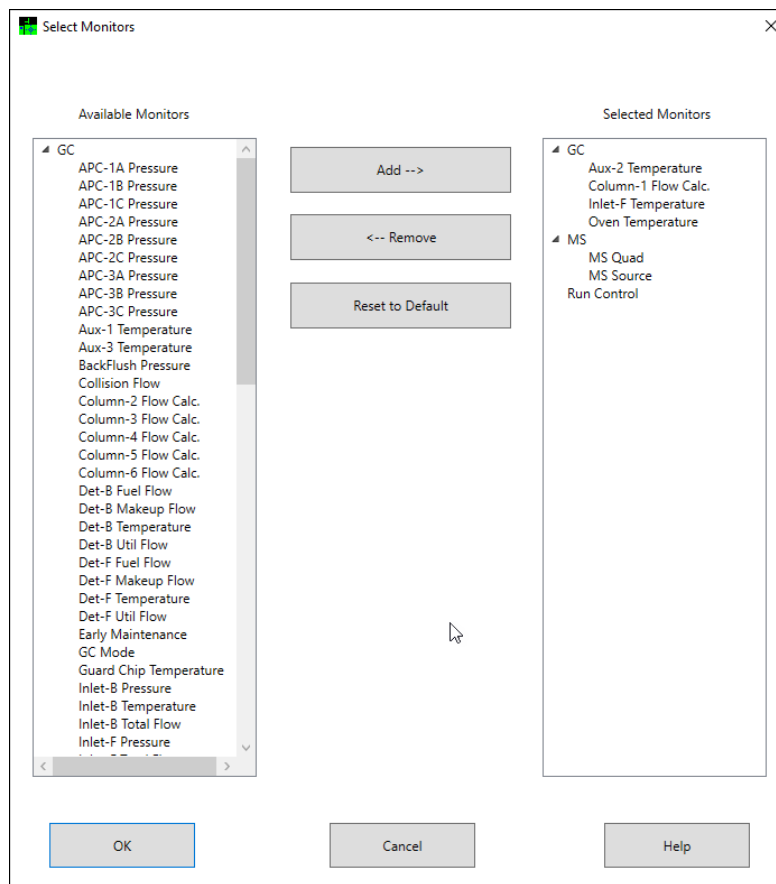

Figura 25 Selecionar a caixa de diálogo Monitores
- 1 No modo de exibição de **Instrument Control**, selecione **Edit Monitors** no menu do **Instrument** para exibir a caixa de diálogo de **Select Monitors**. (Consulte **Figura 25**.)